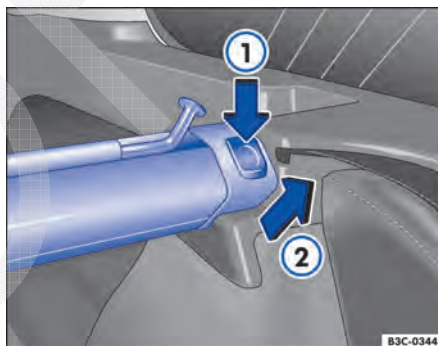

Fig. 123 No compartimento de bagagem: desinstalar a rede divisória.
- Pressionar a tecla de destravamento esquerda ou direita ⇒ Fig. 123 ① na direção da seta.
- Retirar a caixa na direção da seta ② do suporte.